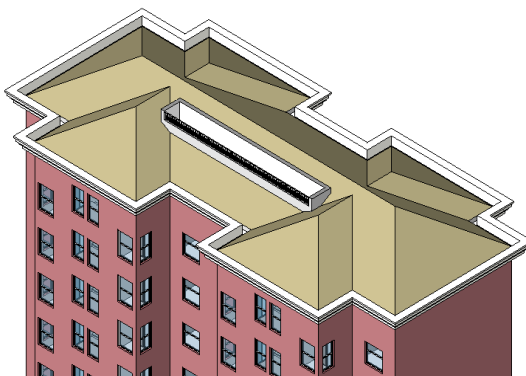

图 5-9
- 9) 在檐沟命令激活的状态下，顺次点击屋顶边缘，完成后，单击“Esc”键结束檐沟绘制命令（如图 5-9 所示）。